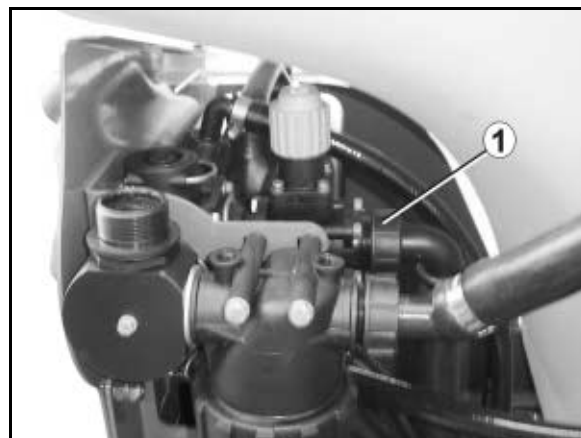

Fig. 132
1. Løsne overfalsskruen (Fig. 132/1).